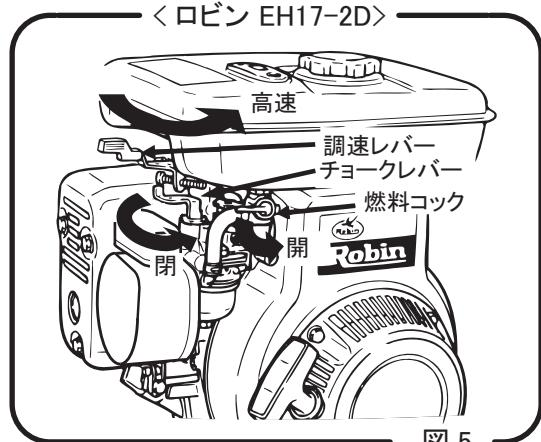

図 5
(図 5)
- 1 調速レバーを一気に開くと本機は振動と前進を始めます。ゆっくり開くとクラッチがスリップしてしまいますので調速レバーの開閉はためらわず一気に行って下さい。（図5）